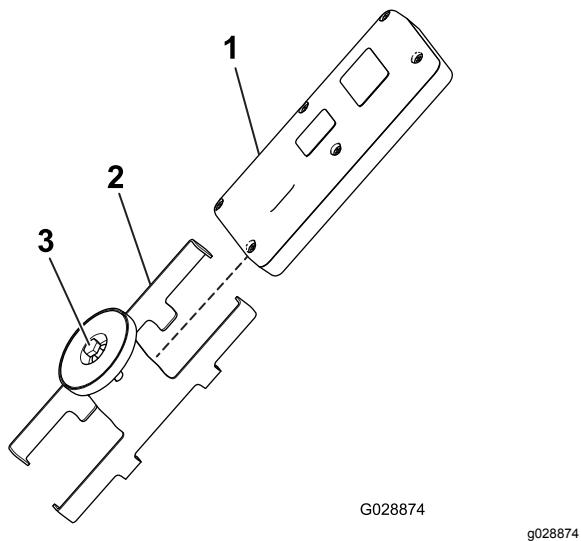

Figure 45
1. Desserrez le boulon dans l'aimant du support magnétique de la télécommande (Figure 45).
2. Écartez les côté du support et retirez la télécommande (Figure 45).
8. Placez la télécommande portable dans le support magnétique, réunissez les deux moitiés pour fixer la télécommande et serrez le boulon dans l'aimant (Figure 45).